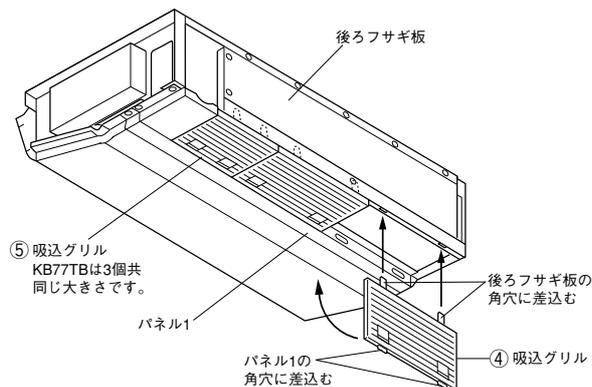

図3
- 7) 吸込グリル差込み部(回転する方)を後ろフサギ板の角穴に奥まで差込み、グリルを回転させて反対側の差込み部をパネル1の角穴に差込んで固定します。(図3)